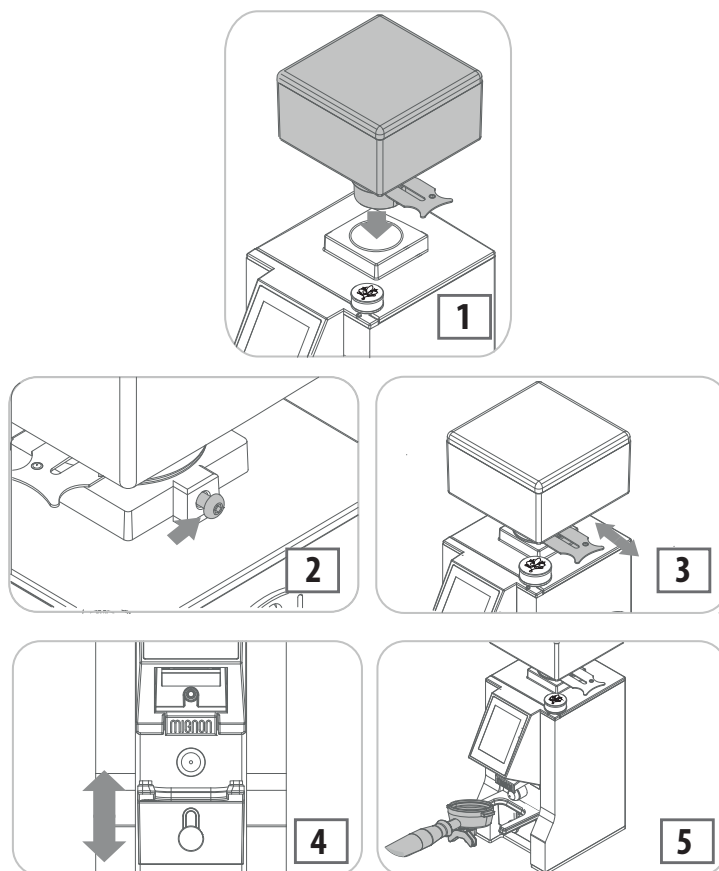

Fig. 7.1 - Operaciones preliminares
- Introduzca el contenedor para café en granos en el alojamiento oportuno (1 - Fig. 7.1), colocándolo con el orificio alineado con el tornillo de la parte posterior (2 - Fig. 7.1).
- Empuje la lengüeta para que no pasen los granos de café (3 - Fig. 7.1).
- Fig. 7.1 Desenrosque el mando (4 -) para ajustar la altura de la horquilla portafiltro. Apriete el mando una vez encontrada la altura deseada de la horquilla portafiltro.